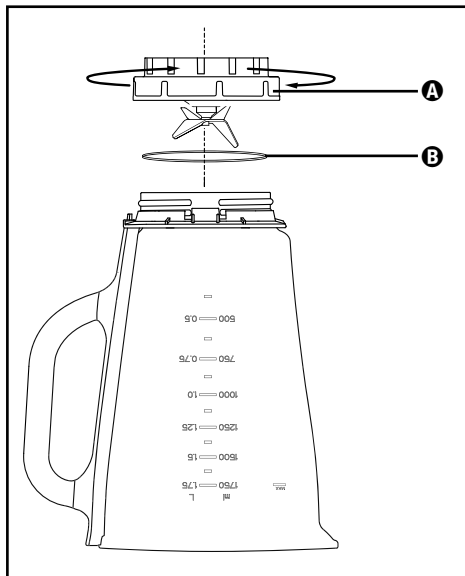

Fig. 3
- 2) Așezați aparatul cu capul în jos și rotiți componenta **A** în sens antiorar, astfel încât să se poată desprinde de recipientul de amestecare **3** (a se vedea fig. 3).